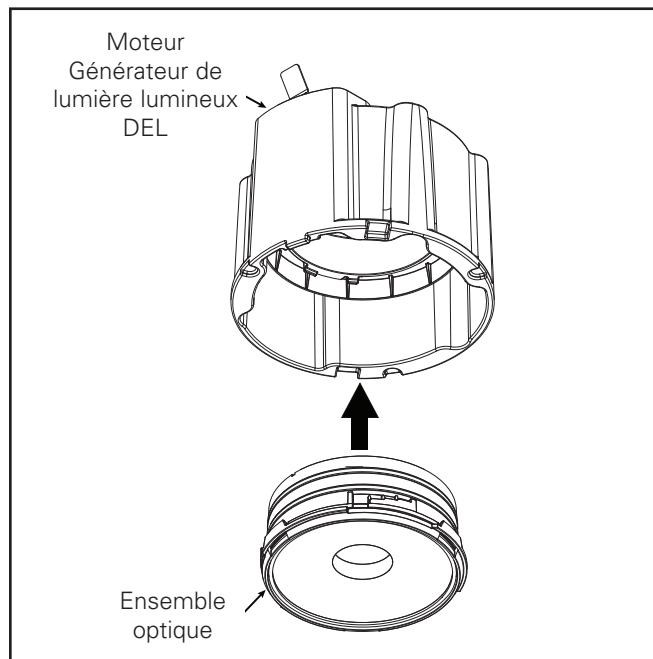

Figure 15.
3. Insérez l'ensemble optique dans le support du moteur lumineux à DEL et alignez-le sur les fentes d'ouverture du support du moteur lumineux à DEL. (Figure 15)